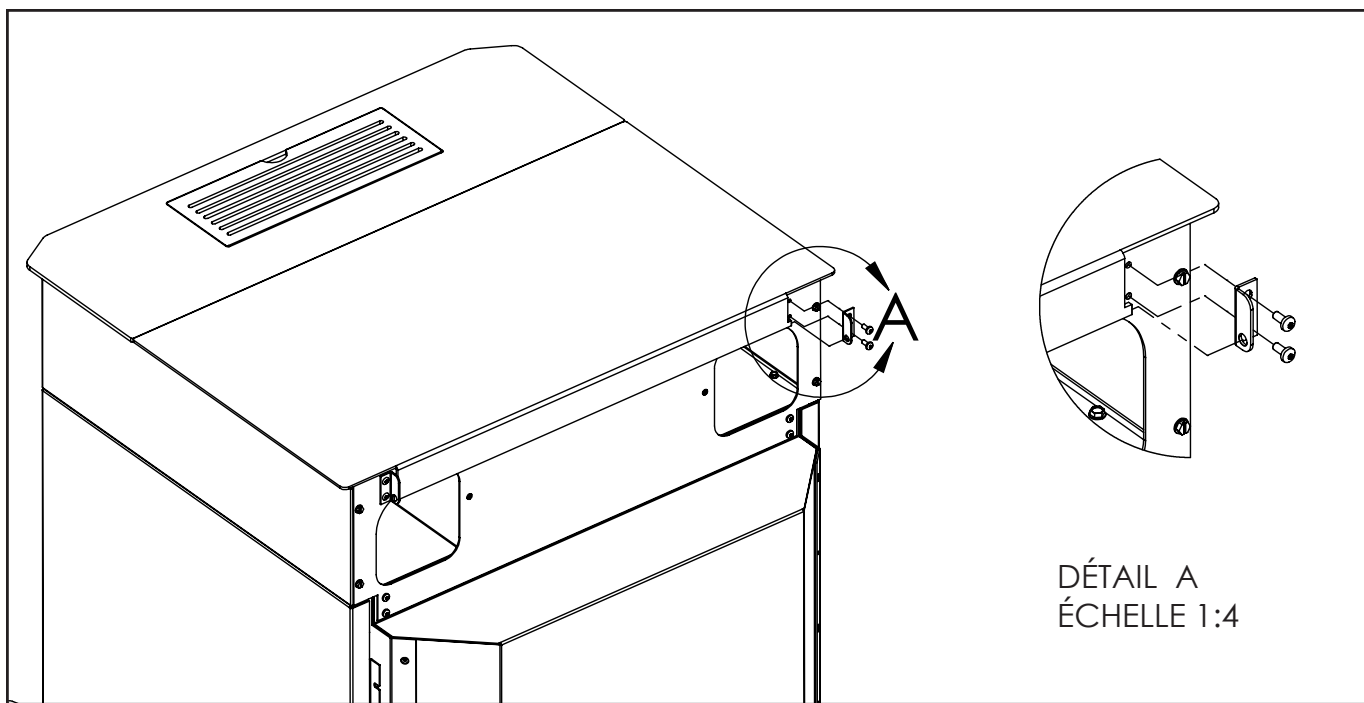

Figure 16: Installation des charnières et de la portière.
15. Les trous de fixation des charnières ont été élevés verticalement sur la plaque arrière. Sur le replis de la portière, on retrouve les chevilles de pivot qui doivent être insérées dans le trou du bas de la charnière. Installez ensuite la seconde charnière. Ouvrez et fermez la portière pour vérifier que l'alignement est bon. (Figure 16)